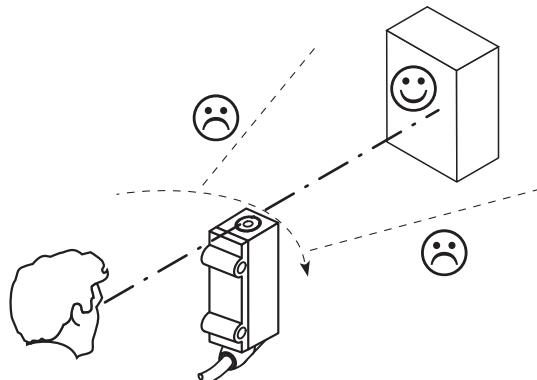

図 51: センサ光軸調整
- ① 白色への検出距離、反射率 90%
② 反射率 6 % ... 90 % の対象物 (DIN 5033 に準拠した白色)
3. 赤外線 (不可視) が対象物の中央に照射されるように位置決めします。正しい光軸調整は、LED 表示を通してのみ認識できます (対象物検出、黄色の LED が点灯)。または赤外線コンバータカード (SICK アクセサリプログラムを参照) を補助として使用してください。 参照 図 51, ページ 147